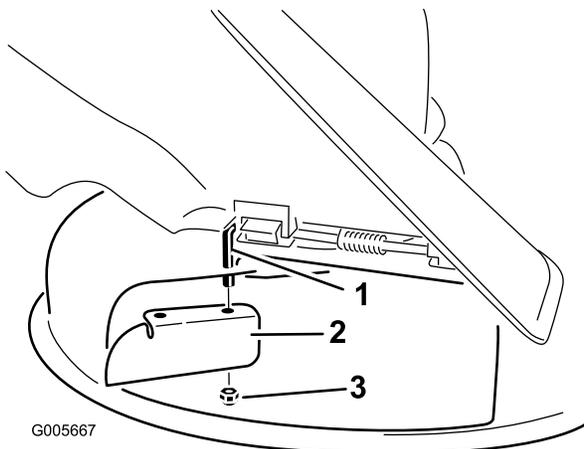

Figura 27
6. Instale el tabique en la varilla de pivote (Figura 27). Utilice la tuerca fina (3/8 pulgada) para fijar el deflector al cortacésped.